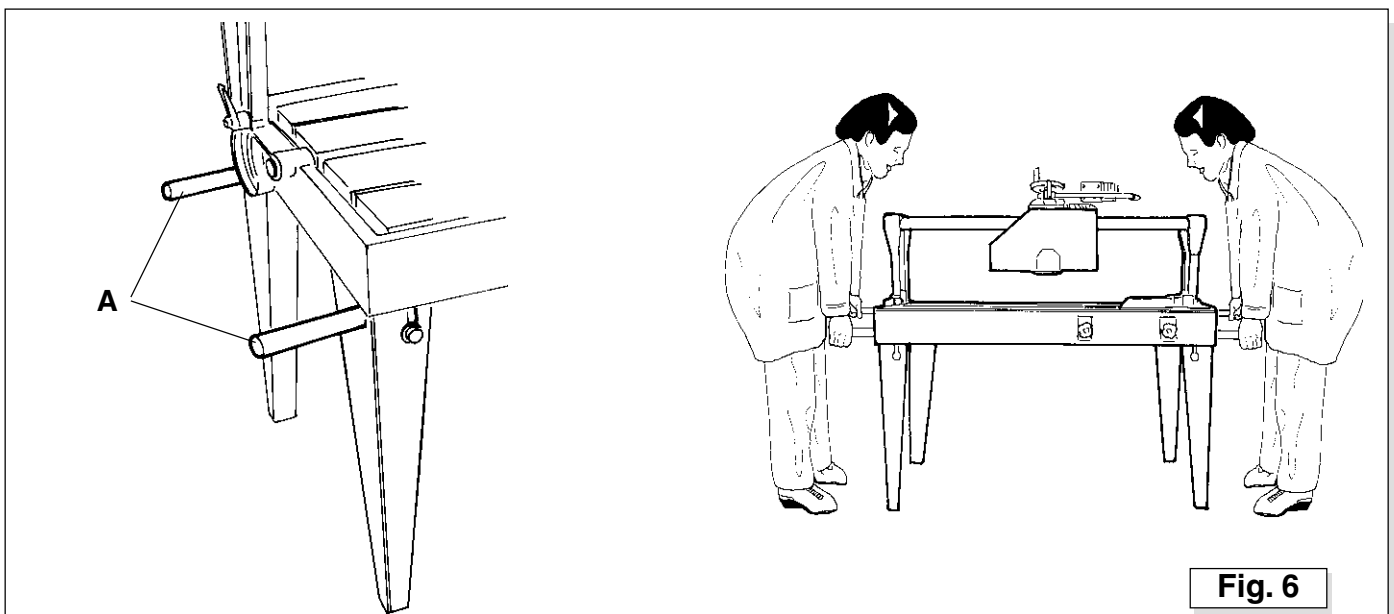

Fig. 6
- extraire les quatre poignées **A** (Fig. 6) prédisposées pour le levage et le déplacement manuel.
Le déplacement de la machine doit être effectué par deux ou quatre personnes (Fig. 6) (selon l'ampleur de la machine) en la tenant par les poignées extractibles placées sur les côtés.